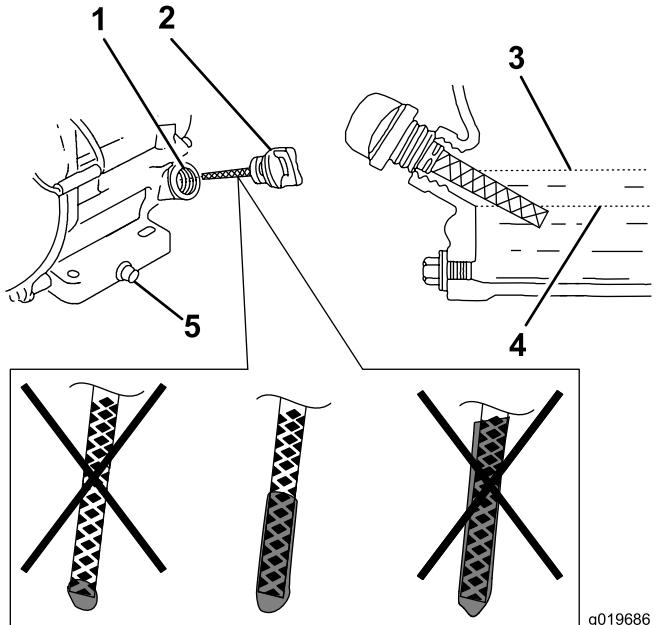

Figure 10
5. Ressortez la jauge et examinez son extrémité (Figure 10).